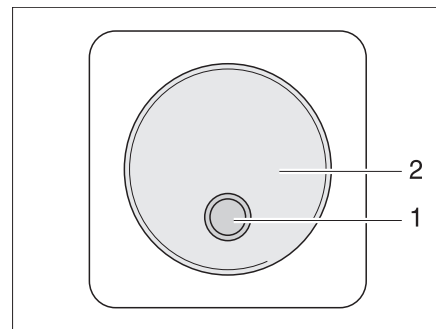

Fig. 237 Commutateur externe
- II "Remo." = l'appareil peut être mis en service et hors service avec le commutateur externe (Fig. 237,1).
Le commutateur externe pour l'onduleur (Fig. 237) se trouve dans l'espace intérieur du véhicule, par exemple dans la zone d'entrée. Le commutateur est identifié par l'inscription "Onduleur". La DEL (Fig. 237,1) indique l'état de fonctionnement de l'onduleur.